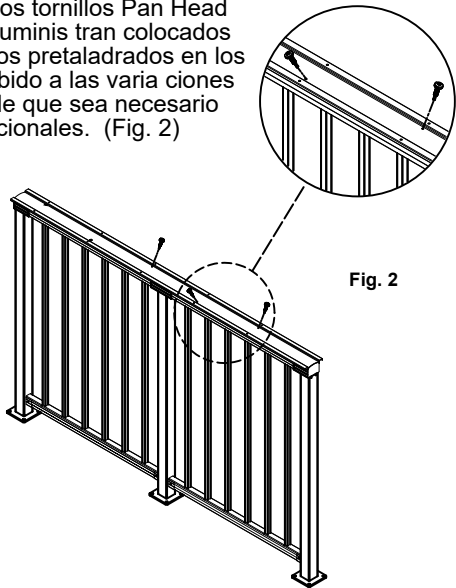

Fig. 2
**Paso 2:** Sujete el adaptador de bebidas al riel superior usando los tornillos Pan Head Tek de 10 x 3/4" que se suministran colocados a través de los orificios pretaladrados en los lados alternados. Debido a las variaciones de longitud, es posible que sea necesario taladrar agujeros adicionales. (Fig. 2)